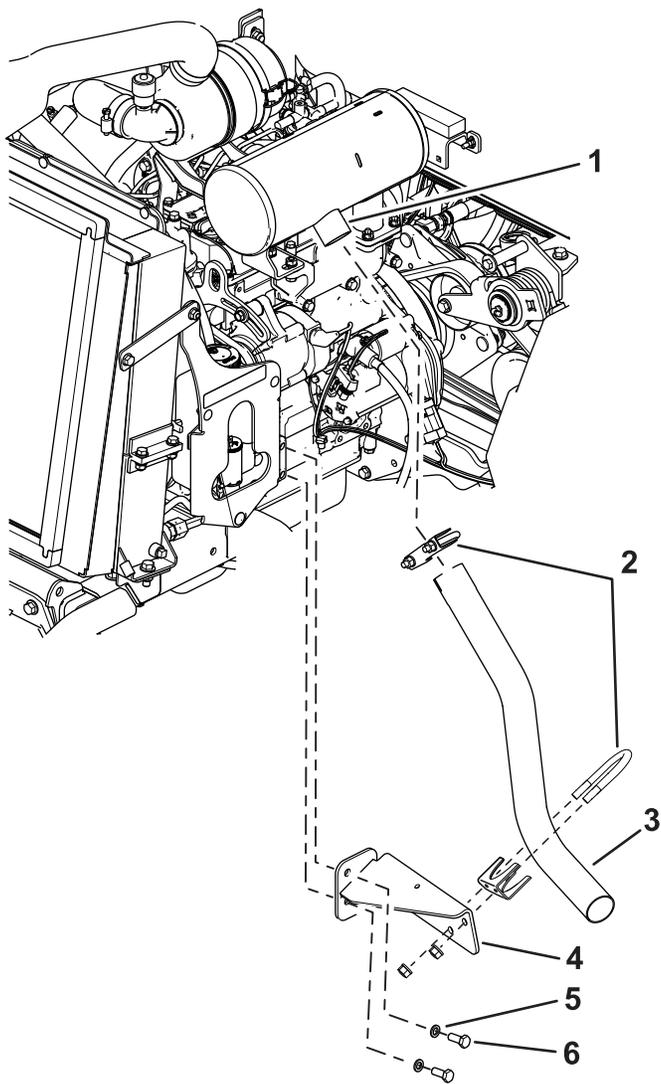

Figura 7
4. Montate il nuovo gruppo di supporto a lato del motore con le rondelle e i bulloni del motore precedentemente rimossi (Figura 7).
5. Fate scorrere il serratubo esistente sul nuovo tubo di scarico e installate il nuovo tubo di scarico sull'uscita della marmitta (Figura 7).
6. Montate il nuovo serratubo attorno al nuovo tubo di scarico e al gruppo di supporto con la ferramenta del serratubo (Figura 7).
8. Serrate i bulloni del motore a 54 N·m, quindi serrate tutti i serratubi (Figura 7).